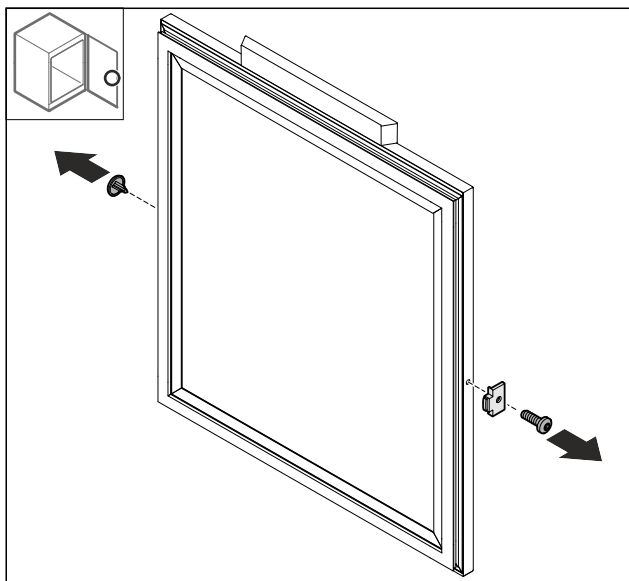

Fig. 75
- Αφαιρέστε το κάλυμμα Fig. 75 (1).
- Αφαιρέστε το στοπ πόρτας Fig. 75 (2).